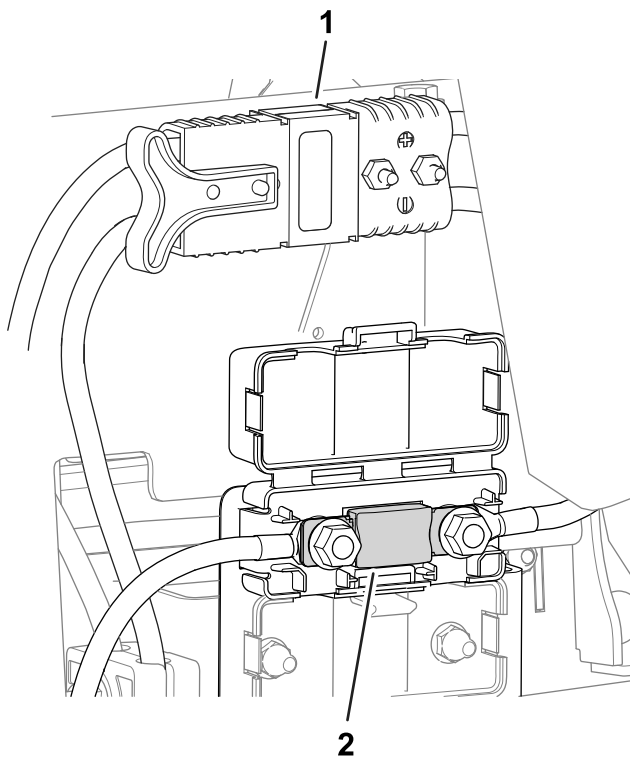

Bild 47
- Die Sicherung für das elektrische System befindet sich unter den Hauptstromanschlüssen (Bild 47).